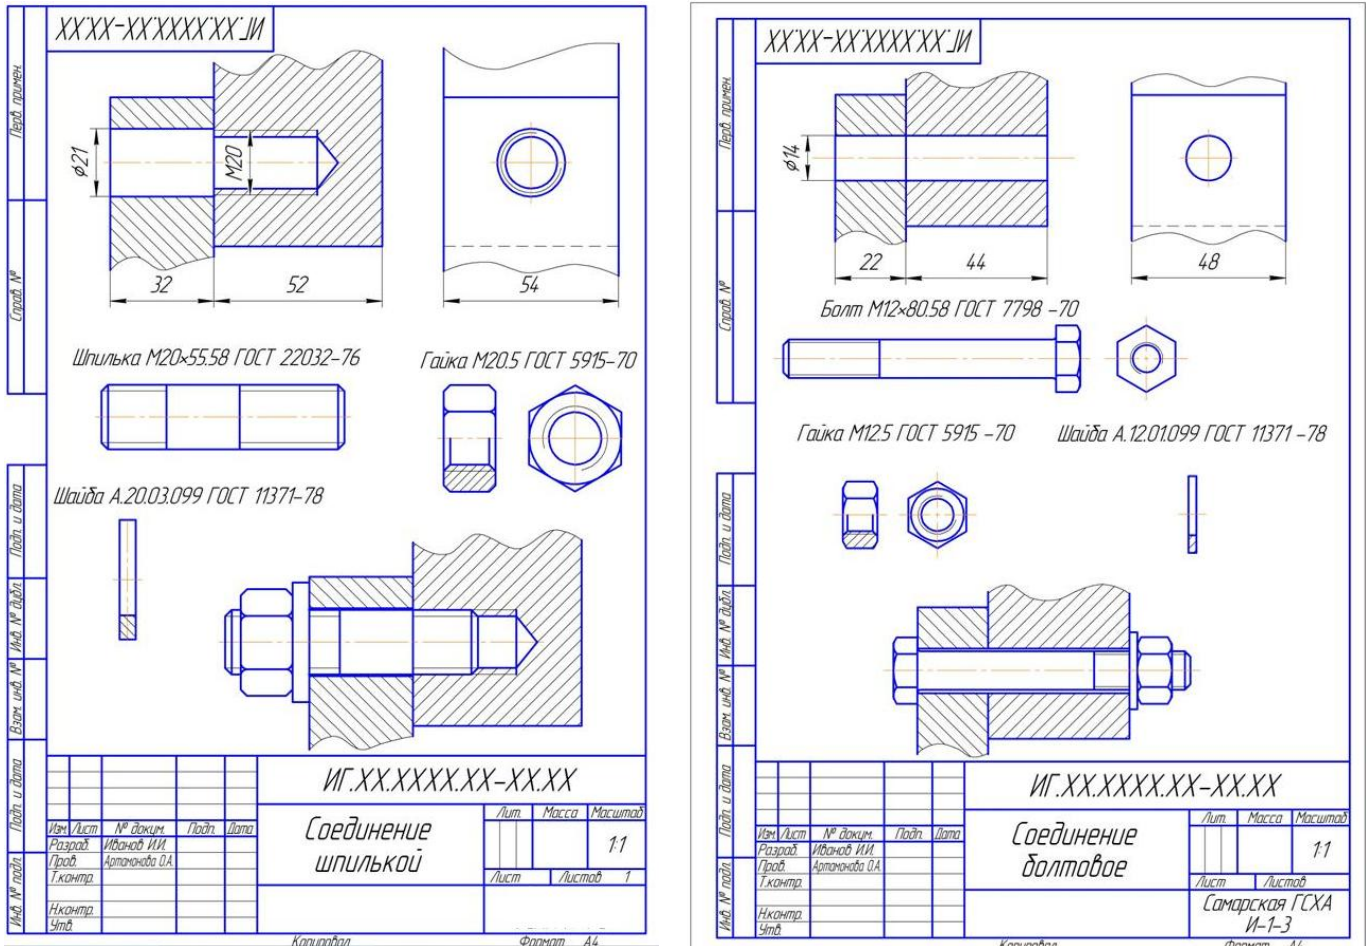

Рисунок 43 - Пример оформления графической работы
4. Вычертите на формате А3 изображения (главный вид и вид сверху) соединения деталей болтом/ шпилькой, см. рис. 43.